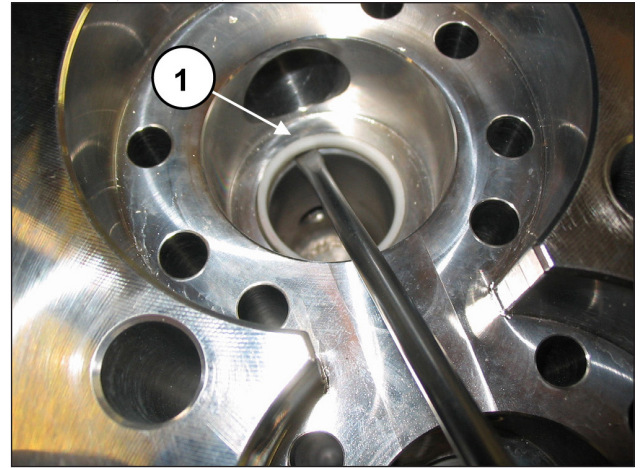

Fig. 103
If necessary, make any replacements (pos. ①, Fig. 103).